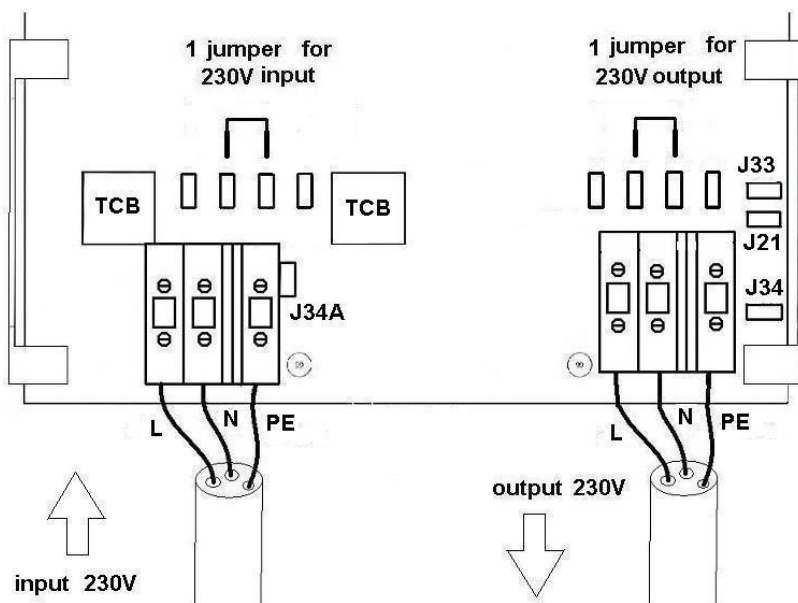

Figure 2: configuration des cavaliers pour des tensions d'entrée et/ou de sortie 230/240 V
2.2.1 Pour des tensions d'entrée et/ou de sortie 230/240 V, configurer les cavaliers-poussoirs comme illustré à la figure 2.